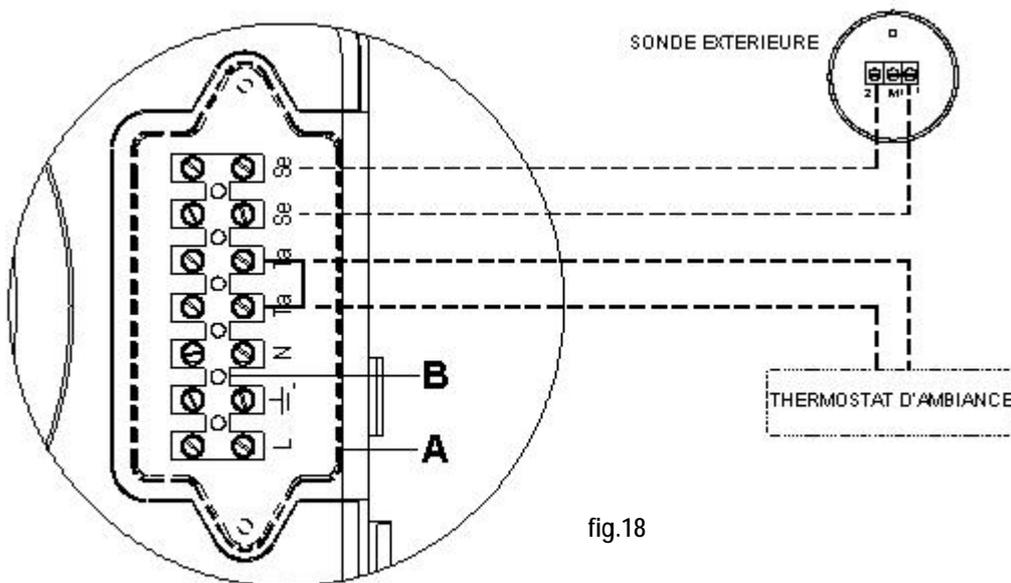

fig.18
**Brancher les câbles au bornier se trouvant à l'intérieur du tableau de commande de la façon suivante (voir fig.18) :**